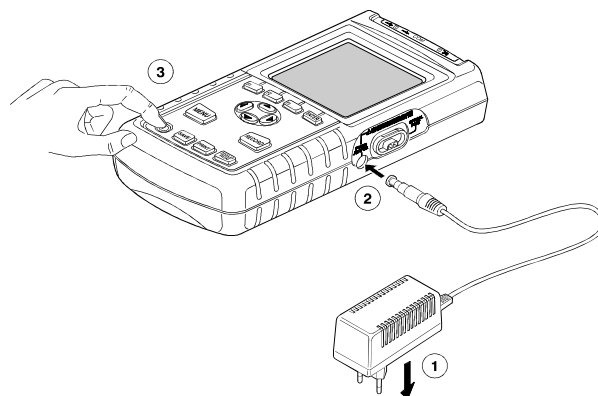

Figura 2. Conexión del Fluke 43B
- 2 Conecte el cable del alimentador al Fluke 43B (ver Figura 2).